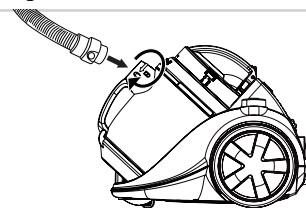

Figura 2
1. Inserire il connettore nella i pantaloni come aprire il blocco motore e ruotarlo in senso orario. Per rimuovere i pantaloni tirare il connettore dall'apertura, vedi Figura 2